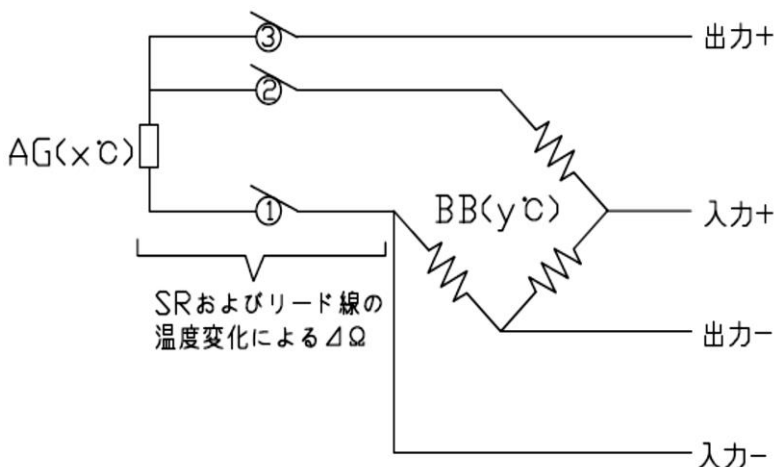

図2. 1ゲージ3線式
これを補正する回路が図2.の1ゲージ3線式です。それを応用してSRの温度変化による Δ SR Ω 分も補正できます。SRおよびリード線について①と②はブリッジ回路内の隣辺に位置するため±相殺されます。
③についてはブリッジ回路外であり抵抗変化(数十m Ω オーダー)は計測器側のインピーダンス数十M Ω に対して極々小さいため、その影響は小さくなります。